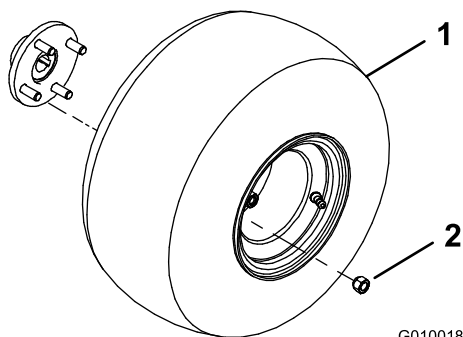

Figura 4
2. Montate un gruppo ruote su ciascun mozzo ruota posteriore utilizzando i 4 dadi a staffa (Figura 4).